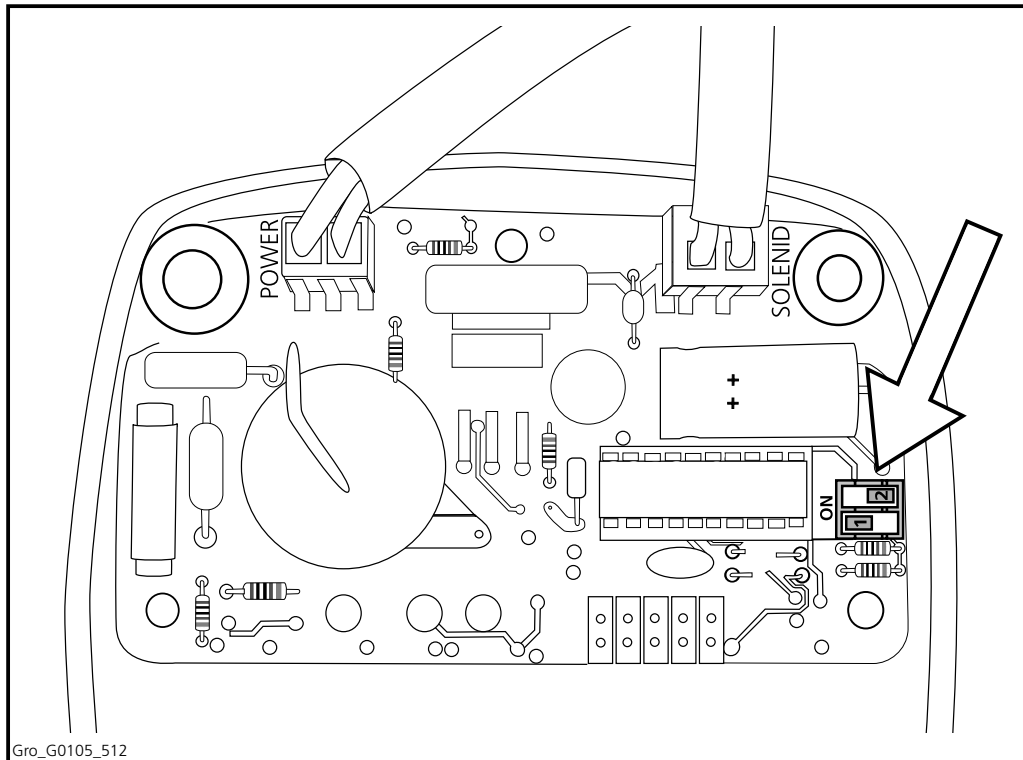

Abbildung 5.13 DIP-Schalter
3. Auf der Leiterplatte befinden sich zwei DIP-Schalter (Abbildung 5.13). Schieben Sie diese Schalter in die richtige Stellung für das gewünschte Schmierintervall (siehe nachstehende Tabelle).
3. Auf der Leiterplatte befinden sich vier DIP-Schalter (Abbildung 5.13). Schieben Sie diese Schalter in die richtige Stellung für das gewünschte Schmierintervall (siehe nachstehende Tabelle).